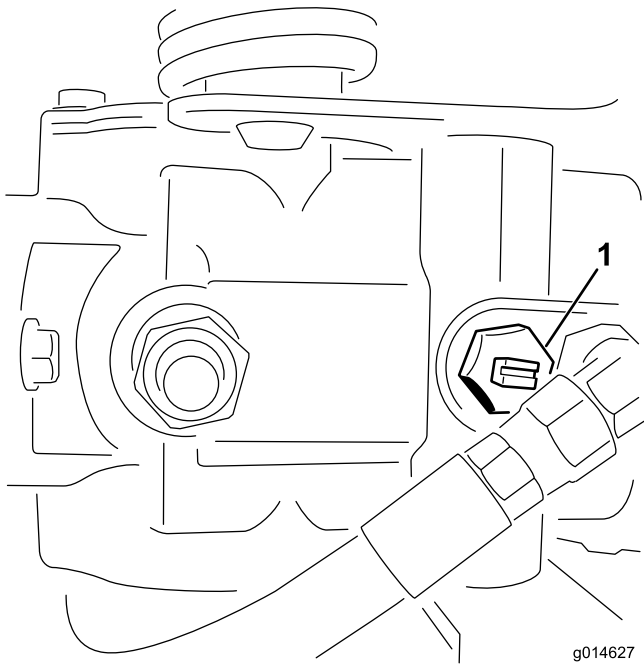

图40
1. 找到并旋转泵上的旁通阀，使槽处于垂直位置（图40）。
2. 启动发动机之前，旋转旁通阀，使槽处于水平位置，这样就可以关闭旁通阀（图40）。旁通阀打开时，切勿启动发动机。